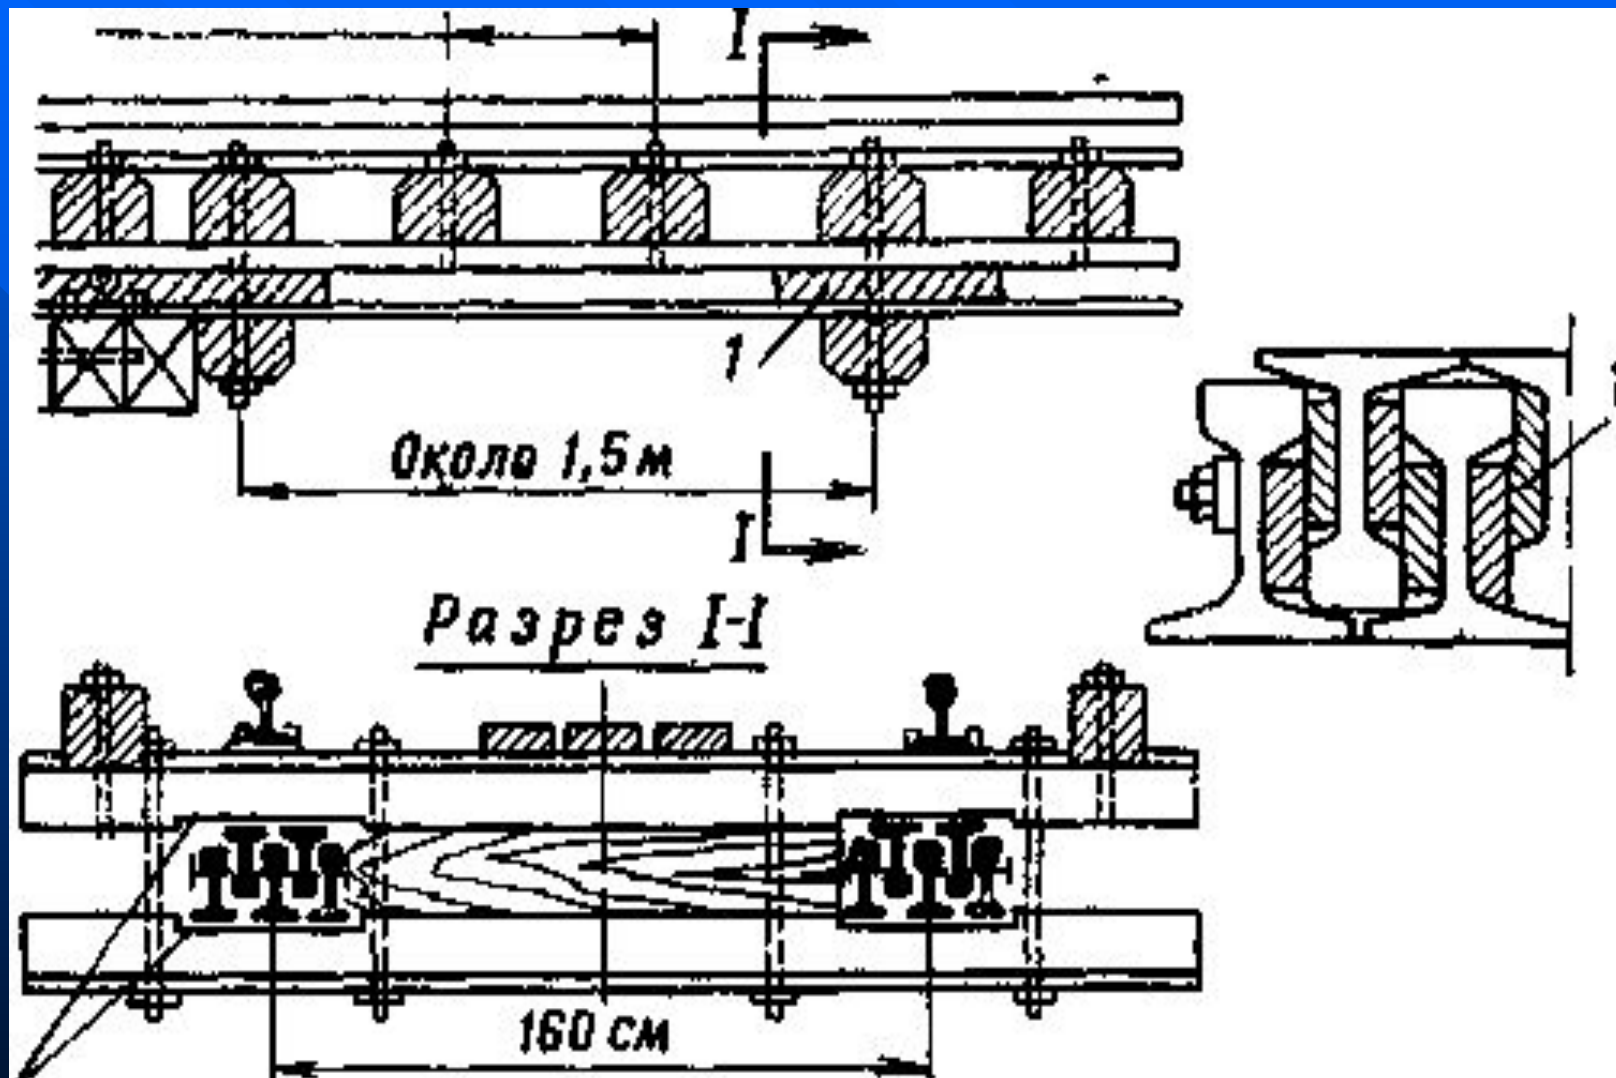

Рис.4 Рельсовые пакеты из одиночных рельсов
- - пакеты из элементов поясов, раскосов или стоек разрушенных пролетных строений (рис. 4);